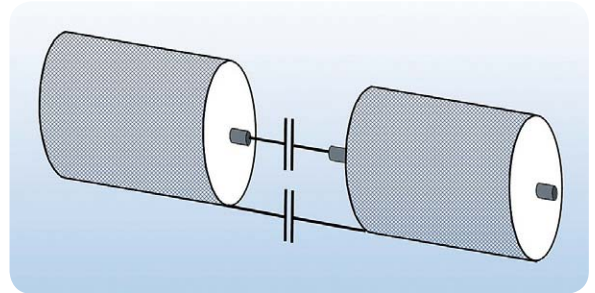

Bild 11: Kondensatoren im Innen- und Außenleiter eines Koaxialkabels blockieren gleich- und niederfrequente Ströme über Kabelschirme.
- **1. Kapazitive Kopplung.** Mantel und Schirm werden unterbrochen und über je einen Kondensator (Größenordnung 1 nF) wieder miteinander verbunden (**Bild 11**). Die relativ kleinen Kondensatoren schwächen die Weiterleitung niederfrequenter Ströme, die den energetisch größten Teil des Mantelstroms ausmachen.